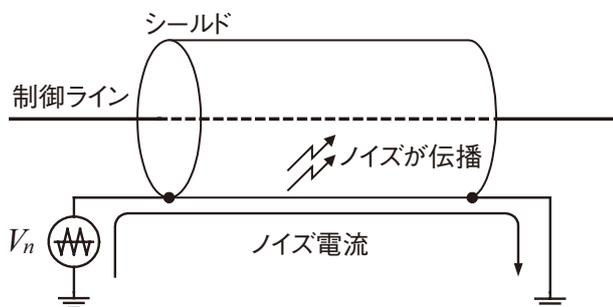

図8 接地点での電位が生じる場合
- ・ シールドは必ず接地をします。シールドを多点接地にすると接地部のインピーダンスが下がるため、ノイズを遮断する効果が上がります。多点接地をしたときに製品が誤動作する場合は、図8のように接地点での電位差 V_n が発生して、シールドにノイズ電流が流れてシールドから制御ラインにノイズが伝播しています。接地した箇所の電位が同じになるよう、接地には注意が必要です。